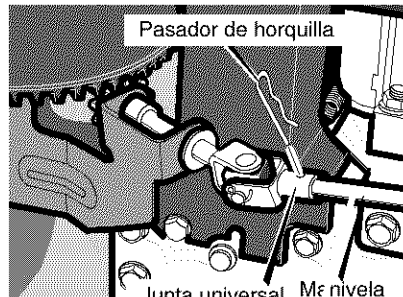

Figura 50
7. Conecte el eje de la manivela a la junta universal con el pasador de horquilla. Vea la Figura 50.